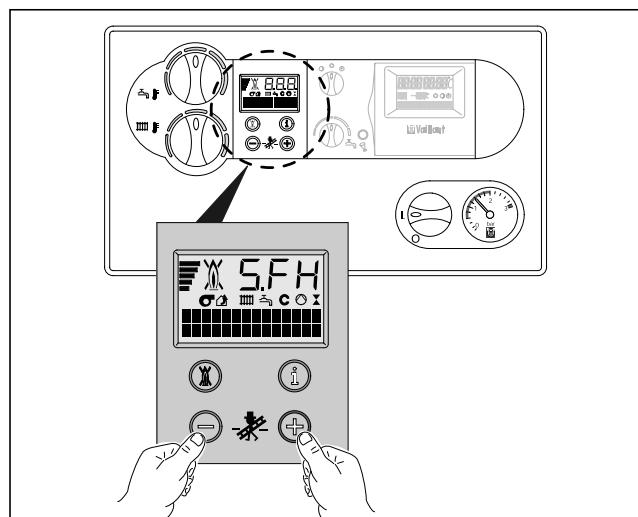

Fig. B.11: Skorstensfejerdrift
- Aktivér skorstensfejerdrift ved samtidigt tryk på tasterne „+“ og „-“ i DIA-systemet (fig. B.11)
- Foretag målingen af røggas på prøvestuds (1) (fig. B.11). Målinger i luftindtaget kan foretages på prøvestuds (2).